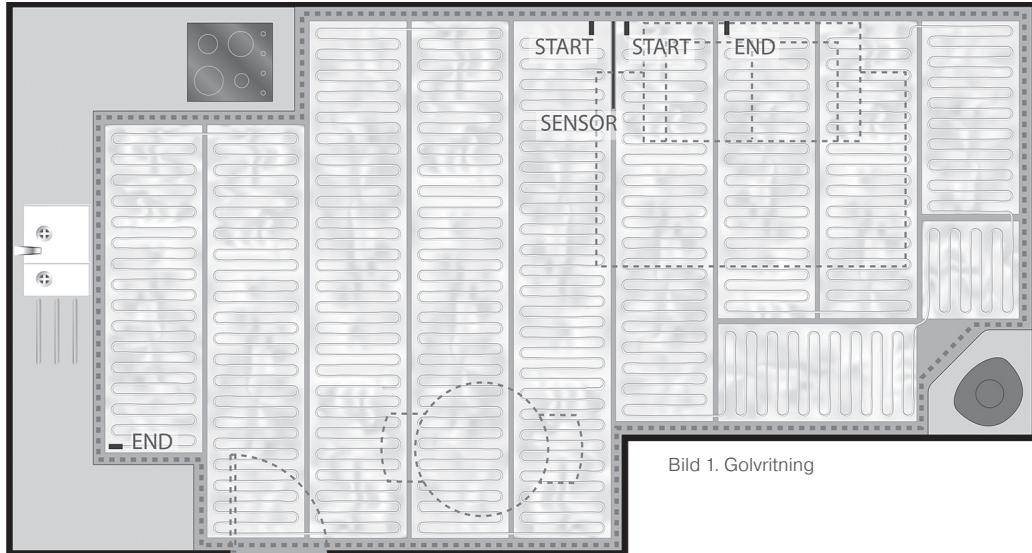

Bild 1. Golvritning
När du planerar golvvärmens upplägg (Bild 1) finns riktlinjer som måste följas för att monteringen ska bli korrekt. Nedan finns de riktlinjer som ska följas när du planerar monteringen ritning av rummet (se bild 1 – uppvärmd yta avgränsad med streckad linje).
Du måste fastställa termostatens anslutningspunkt och golvgivarens placering och inkludera den i ritningen (se bild 1 som exempel).
**1.** Gör en egen ritning av rummet när du planerar monteringen (Bild 1). Detta är nödvändigt för att värmemattan ska monteras korrekt och för att dokumentera monteringen. En typisk golvkonstruktion vid monteringen